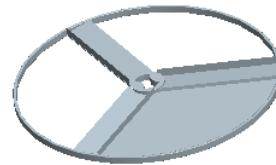

图 5.14 填充曲面 1
Step8. 创建图 5.14 所示的填充曲面 1。
- (1) 单击 **分型面** 操控板 **曲面设计** ▾ 区域中的“填充”按钮 , 此时系统弹出“填充”操控板。